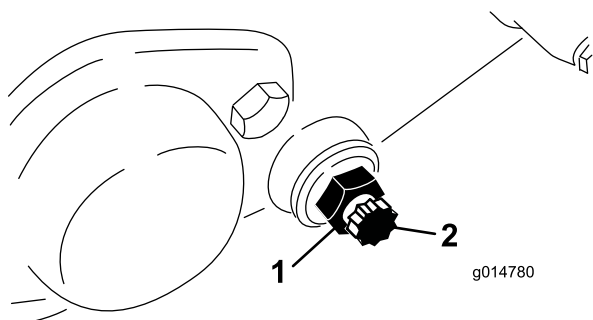

Figura 57
3. Desaperte a porca de bloqueio que segura a cavilha da barra de apoio, em cada um dos lados da máquina (Figura 57).
4. Remova cada uma das cavilhas da barra de apoio, de modo a permitir puxá-la e retirá-la da máquina. Guarde as duas anilhas de nylon e as duas anilhas de aço prensado de cada uma das extremidades da barra de apoio (Figura 57).